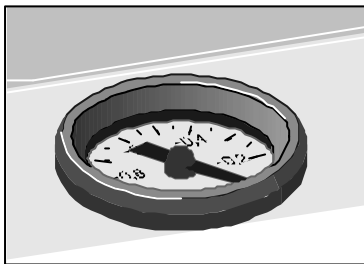
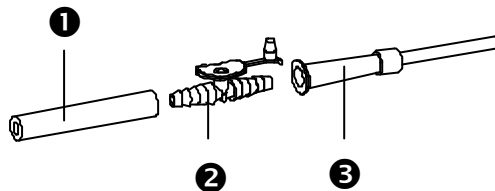

Bild 3. Vakuummeter
Bild 4.
- Stellen Sie Ihr gewünschtes maximales Vakuum ein, indem Sie die Saugschlauchöffnung (①, Bild 4) zuhalten und das Vakuum aufbauen lassen. Dann öffnen Sie das Regulierventil (⑥, Bild 1, S. 4) soweit, bis das Vakuummeter das gewünschte Vakuum anzeigt (Bild 3)
- Wählen Sie einen Absaugkatheter (z.B. von Unoplast, ③, Bild 4, diese sind bei ATMOS in 3 Größen erhältlich) in der richtigen Größe oder ein Absaugbesteck, das Ihnen der Fachhandel bereitstellen kann.
- Verbinden Sie den Saugschlauch (①, Bild 4) und den Absaugkatheter (③, Bild 4) mit Hilfe des Fingertip (②, Bild 4).